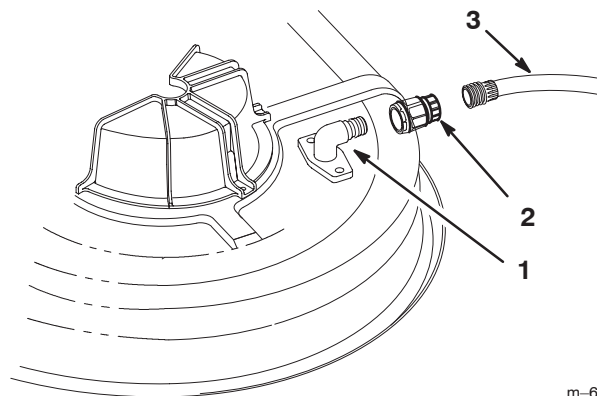

Figure 47
- Vissez le raccord du flexible à l'embout de lavage du carter de tondeuse et ouvrez l'eau en grand (Fig. 47).